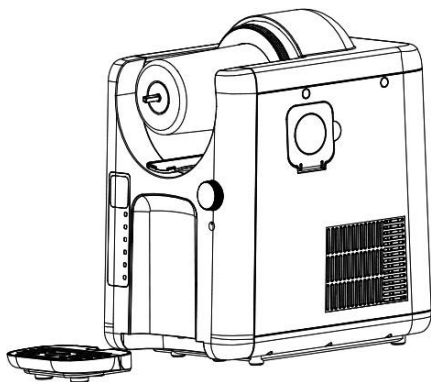

Fig.1
7. Skub drypbakken ind i den dertil beregnede position i apparatet (fig. 1).